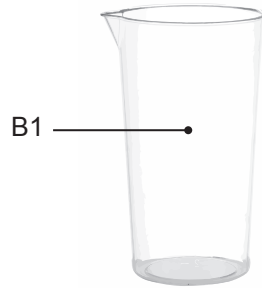

FIG. 3
ACCESORIO PARA BATIR (FIG. 3)
- Inserte el batidor en la unidad de la caja de engranajes en la unidad del motor girándolo en la dirección de la flecha (Fig. 3).
- Retire el accesorio de batidor y suelte la conexión de la caja de engranajes (Fig. 3)